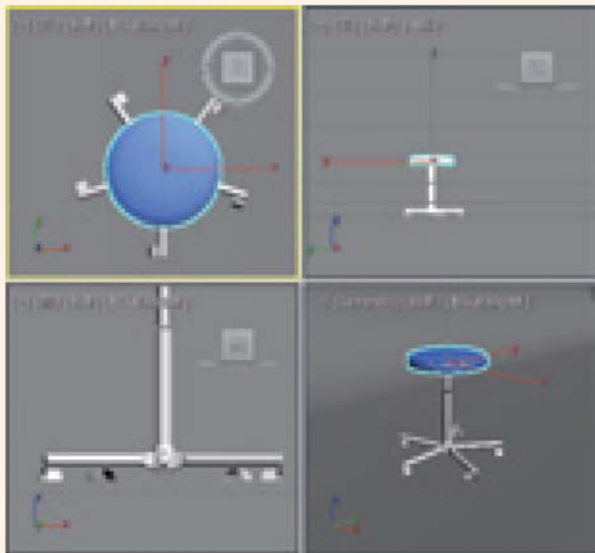

图4-23 打开素材文件
- 在菜单栏中选择**【文件】|【打开】**命令，弹出**【打开文件】**对话框，在该对话框中打开“转椅素材.max”素材文件，如图4-23所示。